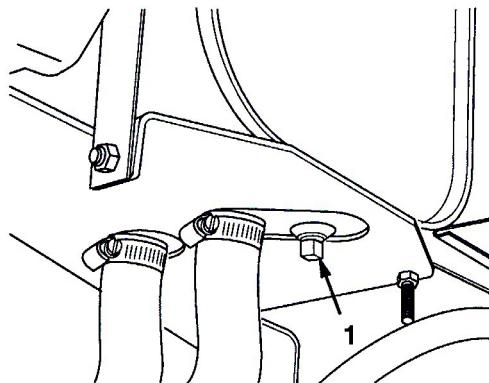

図 41
- ドレンプラグ(図41)を外し、排出されるオイルを廃油受け容器に回収する。オイルが完全に抜けたらドレン・プラグを取り付け、締めつける。